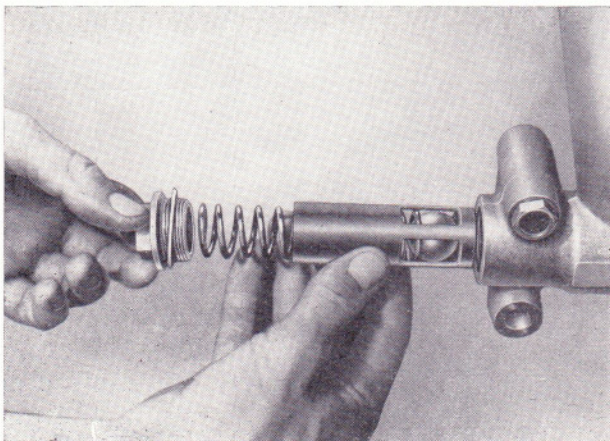

Bild 171
- **Wird das Druckregelventil geöffnet und die Ölfilterkombination ist noch am Motor angebaut, Führungshülse in der Ventilbohrung belassen, da sonst die Kugel in das Kurbelgehäuse fallen kann (Bild 171).**